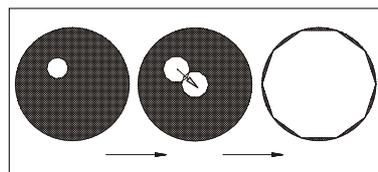
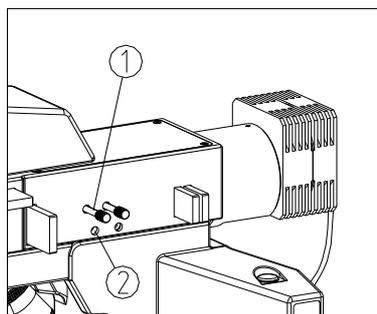

图 27
图 28
(5) 转动聚光镜升降调节手轮，将视场光阑的图像调至清晰。
(6) 调节聚光镜中心调节螺钉④，将视场光阑的图像调整到视场中心。
(7) 逐步打开视场光阑，如果视场光阑的图像一直处在视场中心并和视场内切，则表明聚光镜已正确对中。（如图 27）
(8) 实际使用时，稍加大视场光阑，使它的图像刚好与视场外切。
- (1) 把视场光阑调节拉杆①推到最里面，即把视场光阑开到最小。(如图 28)
- (2) 通过目镜观察，此时能在视场内看到视场光阑的成像。
- (3) 用随机配备的内六角扳手调节照明器两侧的两个视场光阑调中螺钉②，将视场光阑的像调到视场中心。
- (4) 逐步打开视场光阑，如果视场光阑的图像和视场内切，表示视场光阑已正确对中了。(如图 27)
- (5) 实际使用时，稍加大视场光阑，使它的图像刚好与视场外切。